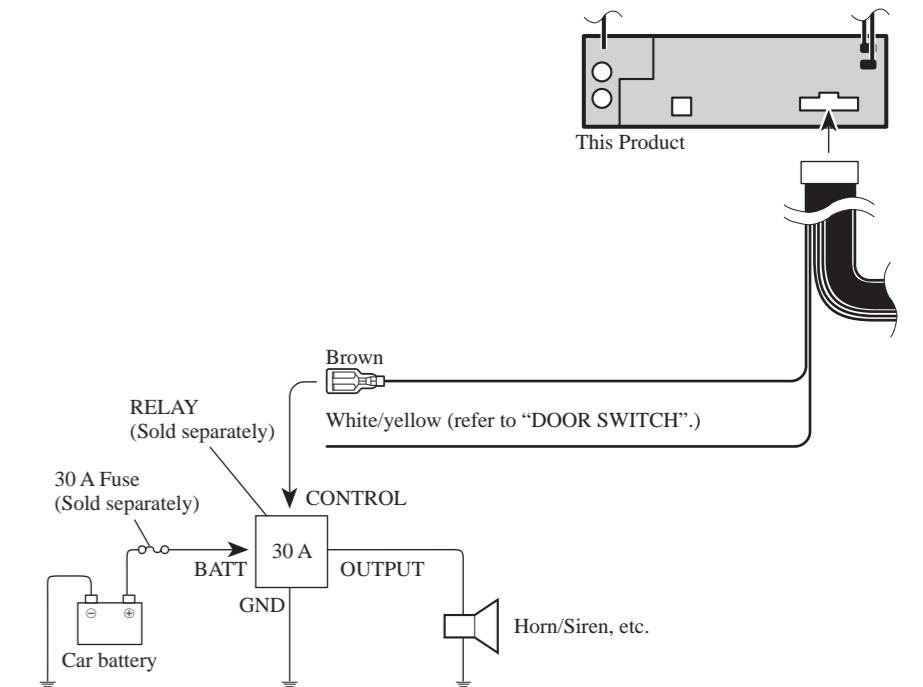

Fig. 6
■ **Brown (ALARM OUTPUT)** ..... (Fig. 6)